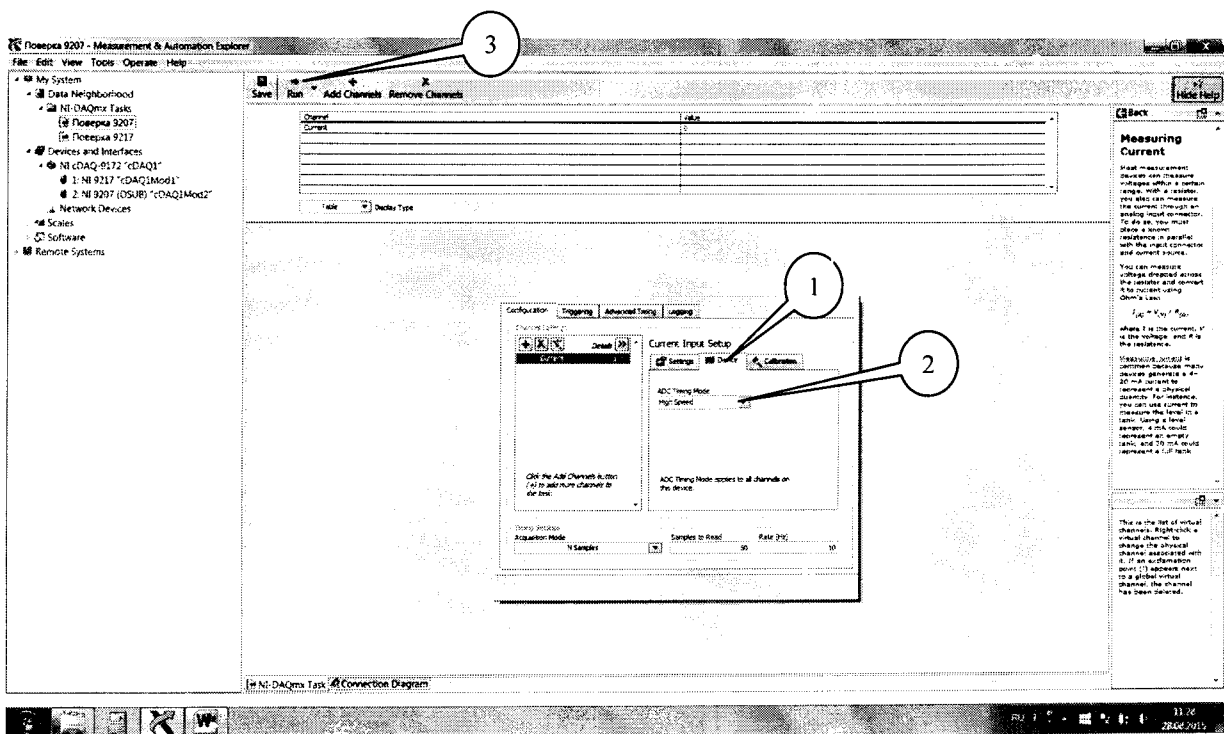

Рисунок 13.
7.4.5 Перейти обратно на вкладку «NI-DAQmx Task» (рисунок 13), в окне настроек канала выбрать вкладку «Device» (1) и в ней в выпадающем меню выбрать режим высокого разрешения «High Speed» (2).
7.4.6 Последовательно подавать с выхода калибратора на вход канала «a18» силу постоянного тока в соответствии с таблицей 4. Зафиксировать измеренные модулем значения силы постоянного тока для каждого установленного на калибраторе значения и внести их в таблицу 4. Режим измерений запускать нажатием кнопки «Run» (3) на верхней панели вкладки (рисунок 13).